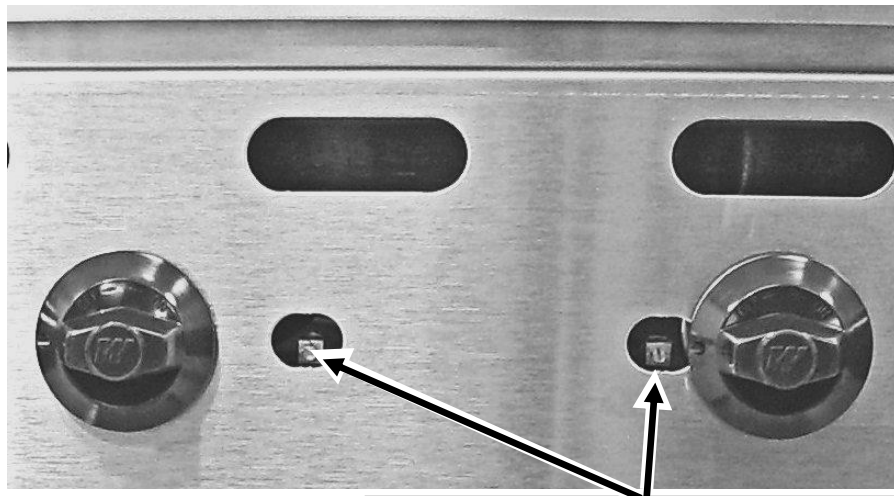

Fig. 6
3. Ouvrez le robinet d'arrêt principal du gaz. Allumez la veilleuses d'allumage. Réglez la vis de la soupape de la veilleuse (voir Fig. 6) jusqu'à ce que la flamme de la veilleuse ait une légère pointe jaune.
À l'aide d'un tournevis à tête plate, tournez la vis à tête hexagonale fendue de réglage de la veilleuse d'allumage dans le sens des aiguilles d'une montre pour diminuer la flamme et dans le sens contraire des aiguilles d'une montre pour augmenter la flamme. Voir Fig. 6.